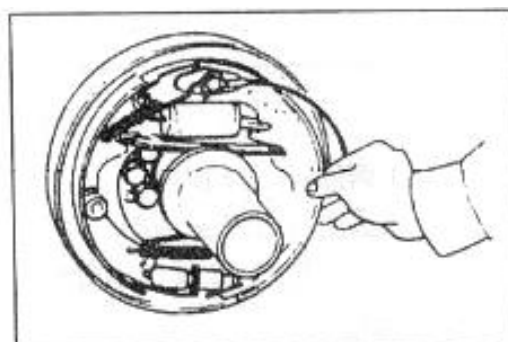

Рис. 6-10
(4) Отсоедините основную тормозную колодку и вспомогательную тормозную колодку и одновременно снимите пружину регулятора. (Рис. 6-10)